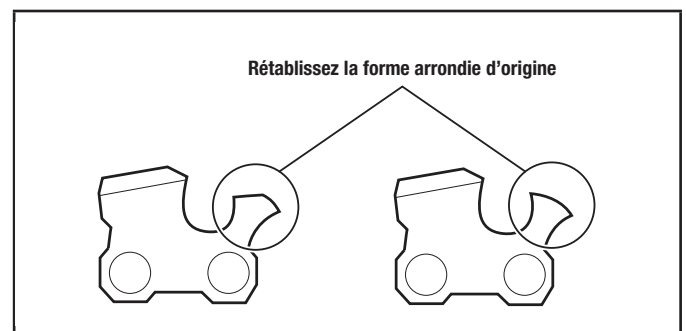

Figure 36
- 3b. Après avoir abaissé l'épaisseur, utilisez la lime plate pour redonner à l'épaisseur sa forme arrondie d'origine (Fig. 36). Faites attention à ne pas endommager les bords d'attaque ou les maillons à proximité.